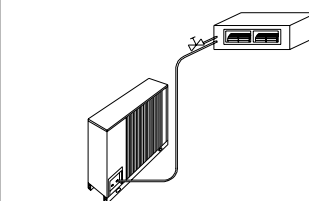

Figura 4
- Si la unidad motocondensadora está situada mas baja respecto a la unidad de evaporación (véase figura 4), prever un sifón con la misma altura de la batería para prevenir, durante la parada de la unidad, la vuelta del líquido al compresor.
- Si la unidad terminal esta dotada de válvula termostática, además del sifón prever una curva a U (véase Figura 4) lo mas cerca de la unidad. Todo esto para evitar que el bulbo de la válvula termostática, con la unidad parada, permanezca en contacto con el líquido. (véase figura 4).